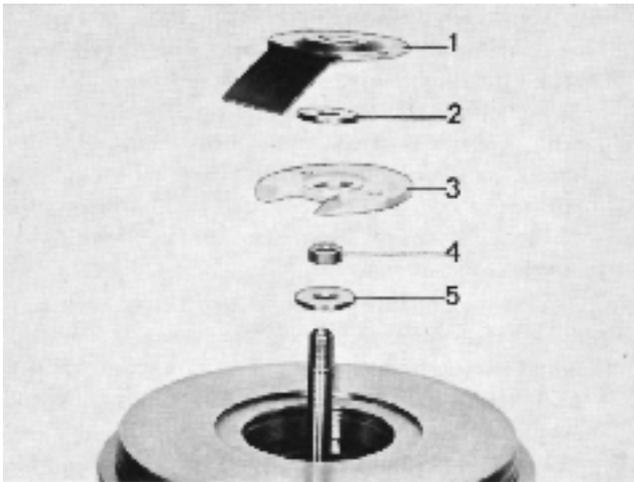

Fig. 114. Palier axial
- Remonter la rondelle interne de butée (5, fig. 114), la bague d'écartement (4), le palier de butée (3), la bague externe de butée (12) et le déflecteur d'huile (1). Remarque : remplacer le palier de butée si l'épaisseur est inférieure à 5,30 mm à proximité du trou.